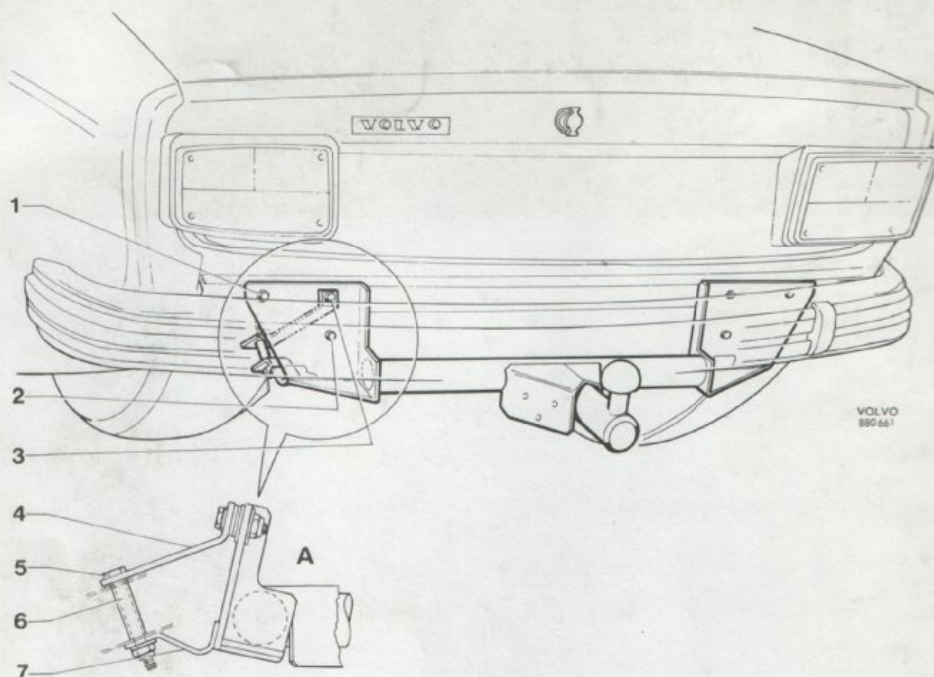

Bild 3.
4. Placera draget och stötfångaren på plats och montera skruvarna 1, 2 och 3 enligt bild 3. Skruvarna placeras enligt bildtext. Dra fast skruv 1 och 2.
5. Borra hål $\varnothing 10$ mm för nedre stödjärnen. Montera distanshylsorna enligt bild 3 och vrid övre fästjärnen på plats. Styr upp distanshylsorna från undersidan med en skruv för att underlätta monteringen av skruv 5. Dra fast skruv 3 och 5.